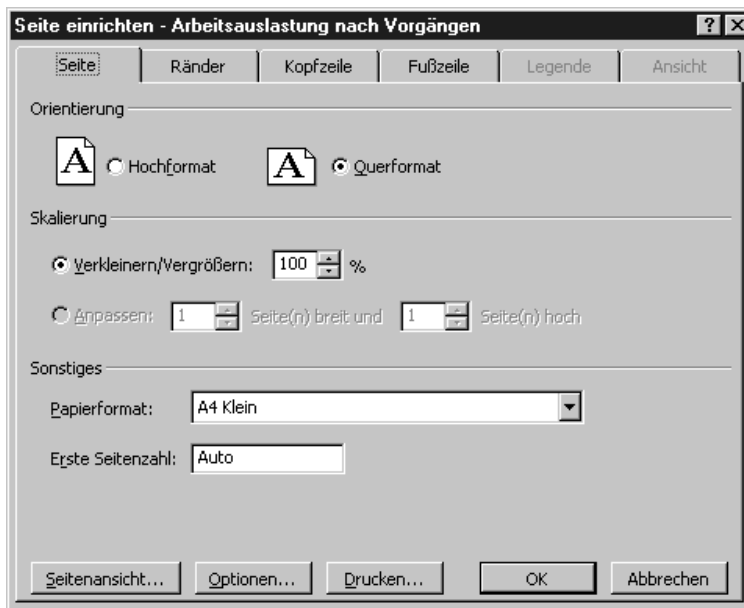

Abbildung 17.7:
4. Klicken Sie in der auf dem Bildschirm angezeigten Vorschau auf die Schaltfläche SEITE EINRICHTEN am oberen Bildschirmrand. Das Dialogfeld SEITE EINRICHTEN wird angezeigt (siehe dazu Abbildung 17.7)